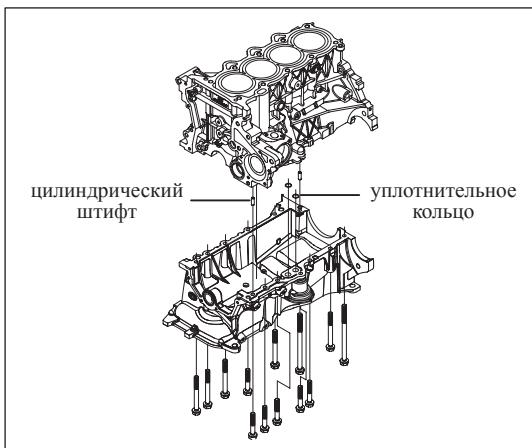

Рис. 13-4-7. Установка нижней части блока цилиндров
- (2) Установка нижней части блока цилиндров
- b) Нанести герметик для фланцев Loctite 5699 (СМ) на поверхностистыковки нижней и верхней частей блока цилиндров. При позиционировании нижней части блока цилиндров во время установки использовать 2 направляющих цилиндрических штифта в верхней части блока цилиндров, как изображено на Рис. 13-4-7.
- в) Зафиксировать верхнюю и нижнюю части блока цилиндров болтами с шестигранными головками и плоскими шайбами (M8×45, M8×80 и M8×140), как изображено на Рис. 13-4-7.